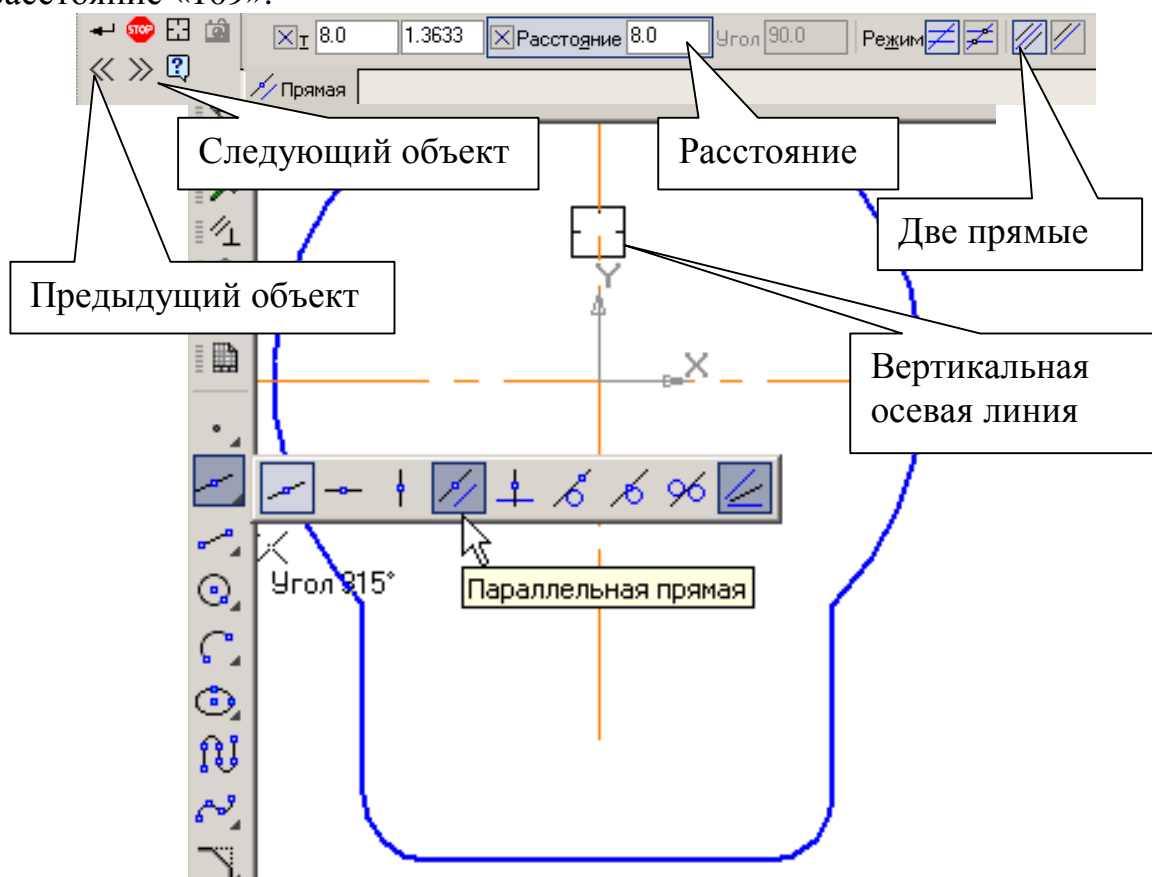

Рис. 101
5. Выполните пазы. Для этого с помощью параллельных вспомогательных прямых постройте параметры пазов: ширину паза 16 мм (8 мм от вертикальной центральной линии) и положение центров цилиндрических поверхностей пазов (109 мм от горизонтальной центральной линии). Сделайте активной команду **Параллельные прямые** (вспомогательные) , рис. 101. В строке параметров выберите в режиме **Две прямые** . В ответ на запрос системы *Укажите отрезок или прямую для построения параллельной прямой* щелкните курсором на вертикальной осевой линии пластины в любой ее точке, рис. 101.
В строке параметров, рис. 101, проставьте расстояние «8». Система построит фантомы двух вспомогательных линий параллельно заданной прямой. Текущий вариант оформлен сплошной линией, а второй вариант построения оформлен штриховой линией. Любой из вариантов можно сделать текущим простым щелчком курсора на линии или нажатием кнопок **Следующий объект** >> или **Предыдущий объект** << на **Панели специального управления**, рис. 101. Вам нужны оба варианта. Создайте их. Для этого щелкните левой кнопкой мыши на кнопке **Создать объект** на Панели специального управления, повторно щелкните на кнопке **Создать объект**.